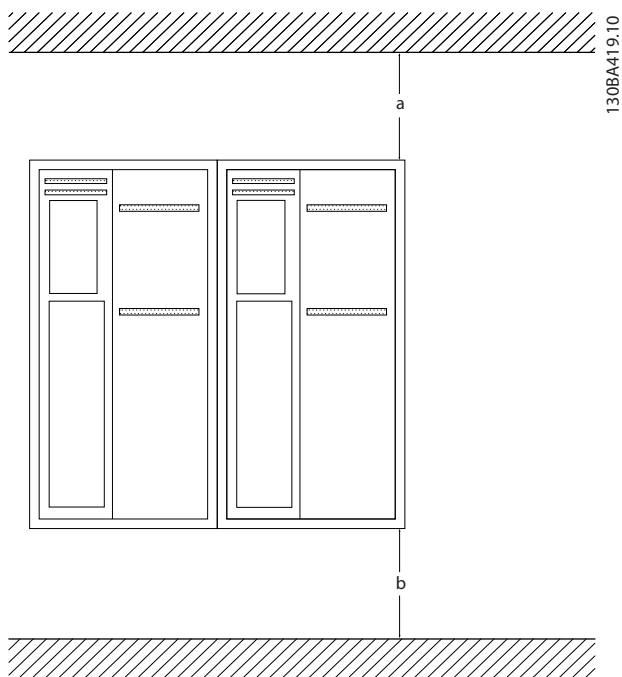

Рисунок 2.1 Свободное пространство для охлаждения верхней и нижней части устройства
- В верхней и нижней части преобразователя следует оставить доступ воздуху для охлаждения. Обычно зазор должен составлять 100–225 мм (4–10 дюймов). См. Рисунок 2.1 с параметрами требуемых зазоров.